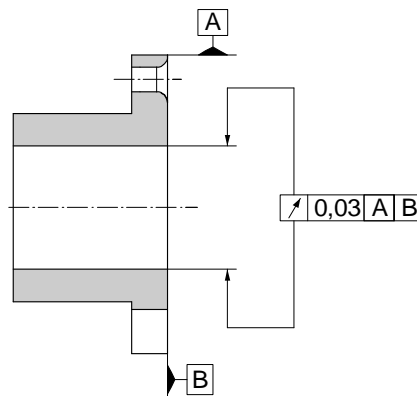

Bild 2
- Die empfohlenen Bohrungstoleranzen sind hinsichtlich Lage und Toleranzweite zu fertigen, gleichzeitig sind die Rund- und Planlauf-toleranzen von 0,03 mm einzuhalten (Bild 2).